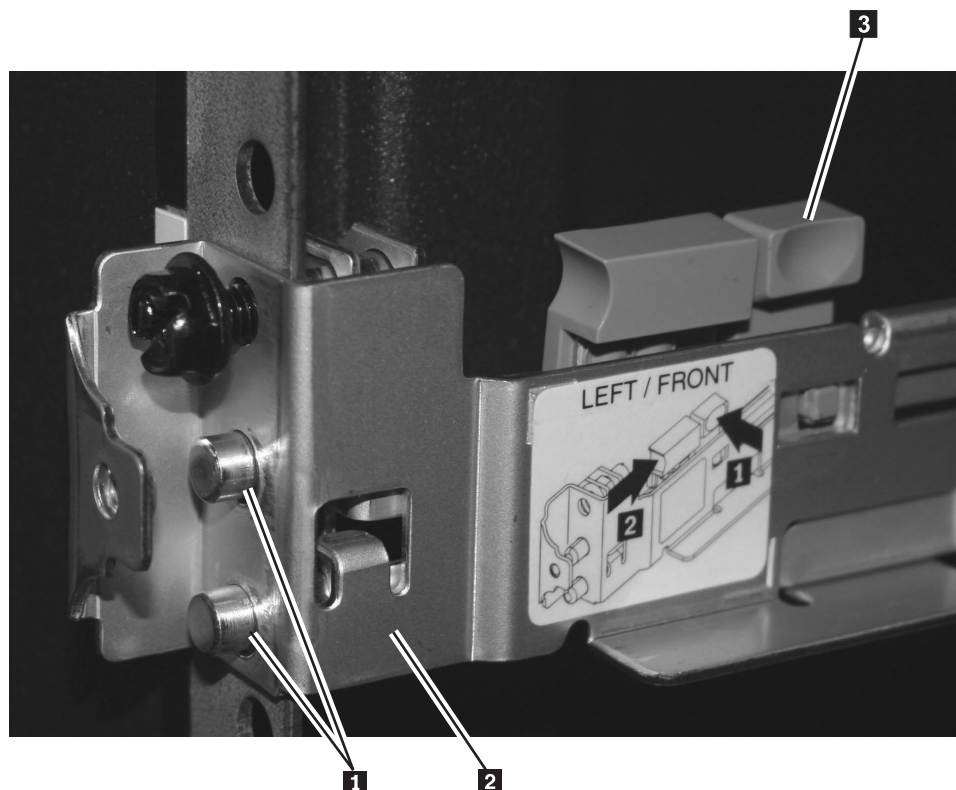

図 58. SAN ポリウレーム・コントローラー 2145-8A4 用の左前面サポート・レールのピンを前面マウント・フランジに位置合わせ
- 前部から始めて、前部レール・ロック・キャリアのピン (図 58 の **1**) をラック・マウント・フランジ **2** の穴と位置合わせします。
- 小さい方の青色タブ **3** をレールから離れる方向に押し、レール・ロック・ラッチを解放します。ピンは、ばねによって閉位置になります。図 58 に示すように、ピンがマウント・フランジの穴を完全に通り抜けていることを確認します。